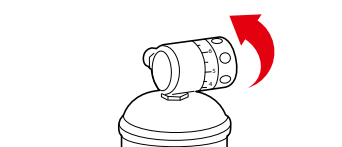

Fig. 6-14
30.41 - Ruotare la manopola di regolazione del riduttore di pressione, portandola da OFF a 5,5 Bar (0,55 MPa), vedi Fig. 6-14, in questa fase e in quelle successive **si raccomanda di tenere sempre la bombola verticale con la valvola rivolta verso l'alto**, attendere circa un minuto per fare defluire la pressione all'interno dell'apparecchio e controllare che non vi siano perdite utilizzando un comune cercafughe spray a base di soluzione saponaria. Nel caso si rilevassero delle piccole perdite di gas ruotare immediatamente la manopola di regolazione del riduttore di pressione sulla posizione OFF per chiudere il gas, vedi Fig. 2-14.